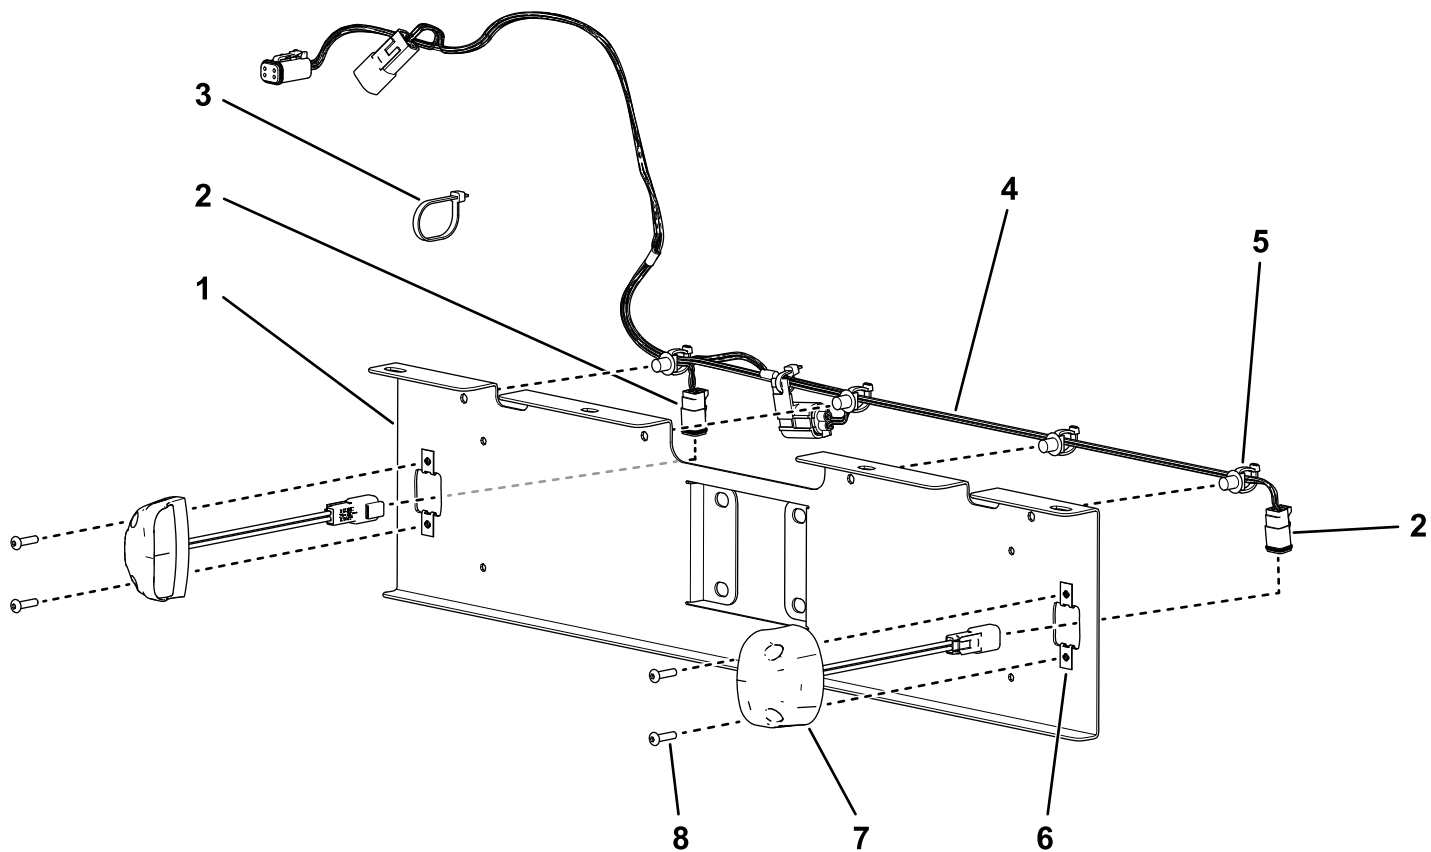

图 1
1. 将牌照线束沿着牌照支架的顶部布置使 2 个大接头和保险丝位于左侧 (图 1)。
2. 将线束上的 4 个压入式紧固件压入支架上对应的孔中将线束固定到支架上 (图 1)。
3. 将牌照灯接头穿过支架任意一侧的大孔将其连接至 2 个牌照灯 (图 1)。
4. 如图 1 所示用 4 个六角圆头螺栓#10 x ¾ 英寸和 4 个夹紧螺母将灯安装到支架。